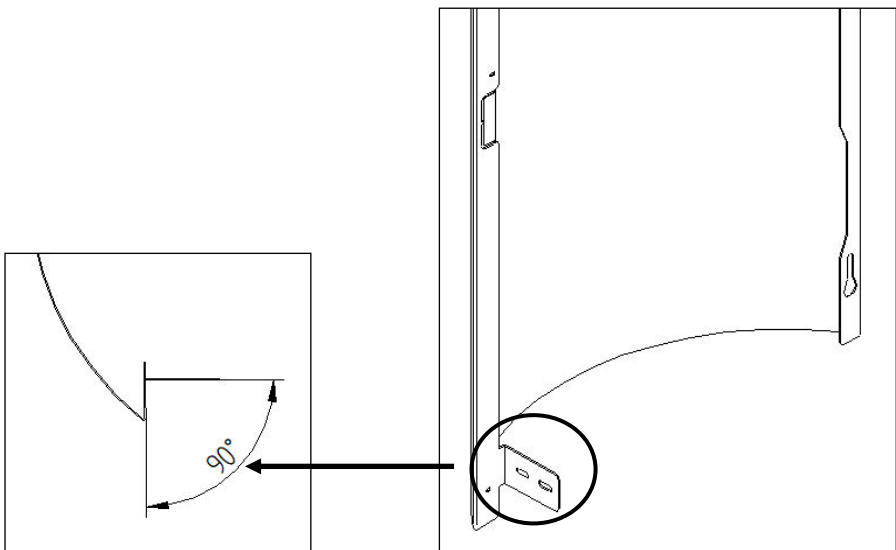

Figura 76 - Ângulo da patilha inferior
d) De seguida para encaixar as capas laterais, deve em primeiro lugar dobrar a patilha como se indica na Figura 76 de forma a garantir que fique com um ângulo inferior a 90°.